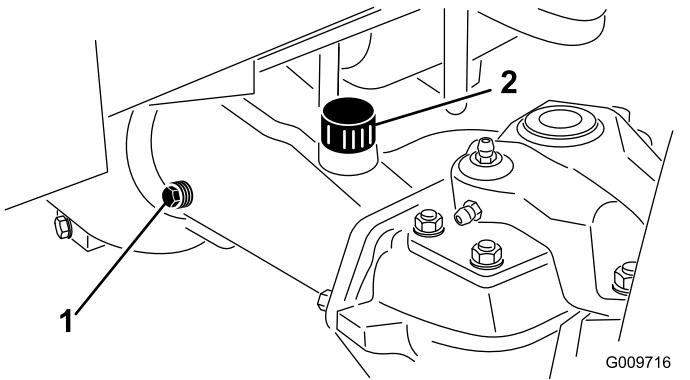

Bild 45
2. Entfernen Sie die Prüfschraube aus einem Ende der Achse (Bild 45) und stellen sicher, dass der Schmierstoff die Unterseite des Lochs erreicht. Entfernen Sie bei niedrigem Ölstand die Füllschraube (Bild 45) und füllen genug Öl ein, um den Stand bis an die Unterseite der Prüfschraubenöffnungen anzuheben.